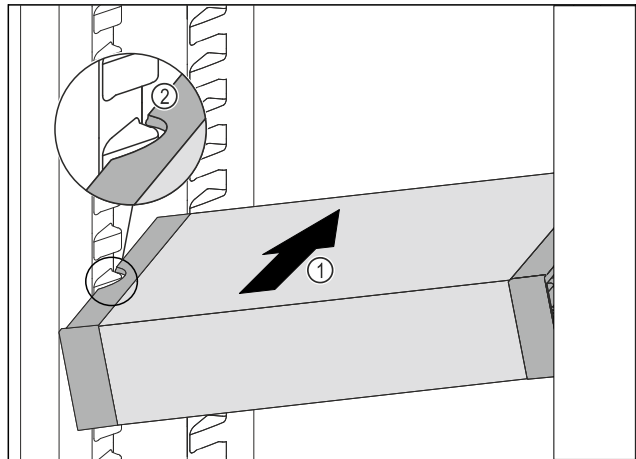

Fig. 87
- ▶ Introduzca el VarioSafe en posición oblicua en el compartimento del frigorífico Fig. 87 (1) hasta que los huecos laterales Fig. 87 (2) del VarioSafe se encuentren a la altura de la nervadura del recipiente en el compartimento frigorífico.